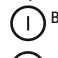

рис. 9
7.2.1 Электронный переключатель ККВ (рис. 9) имеет шесть кнопок.